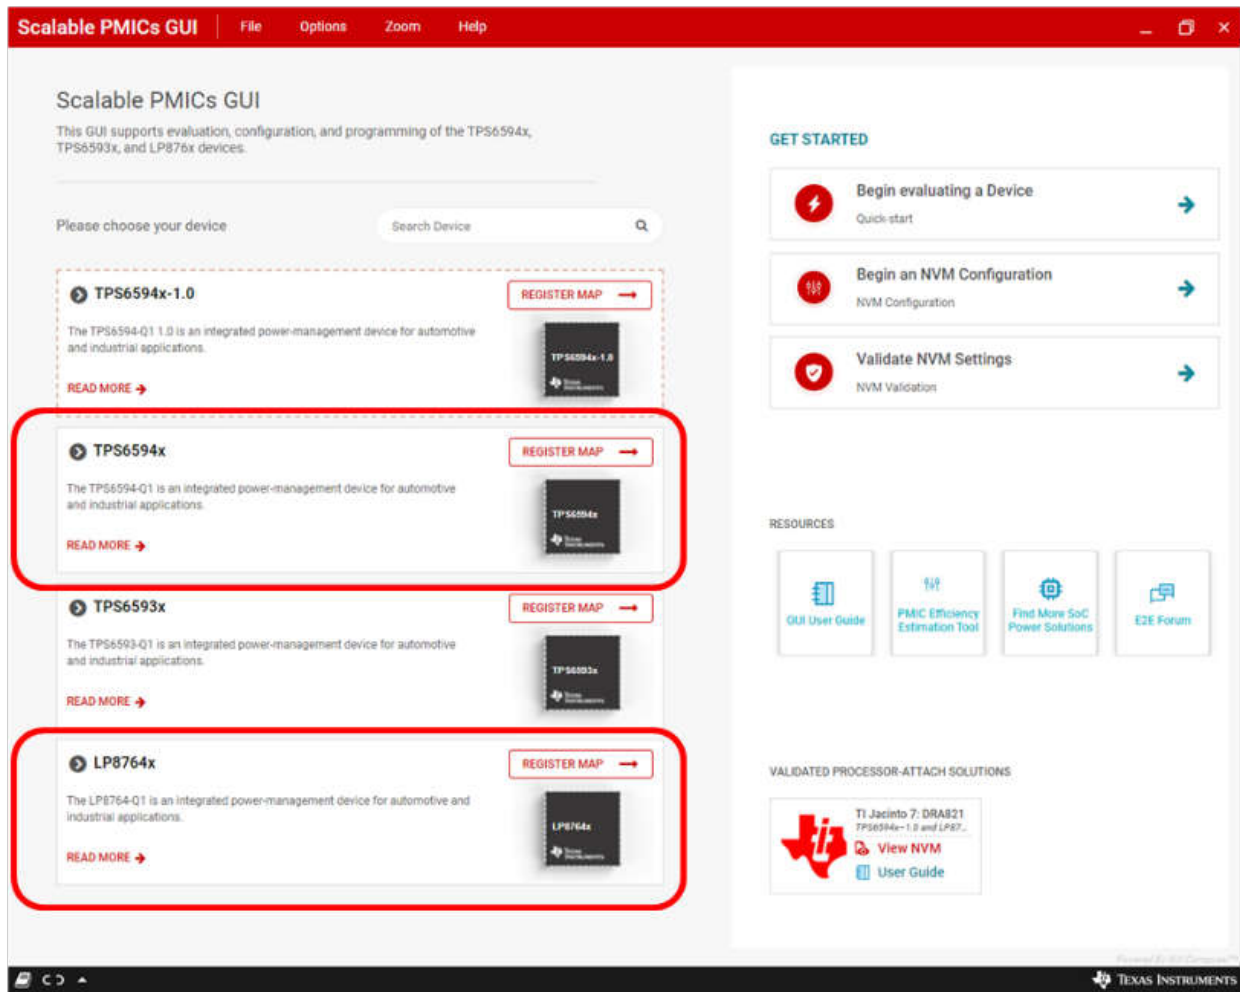

图 4-5. I2C2 未连接时软件报错信息
- 硬件完成连接后，打开软件后界面如图 4-5 所示，可以直接点击对应 PMIC 型号条目右上角的 register map 按钮进入寄存器详情页。